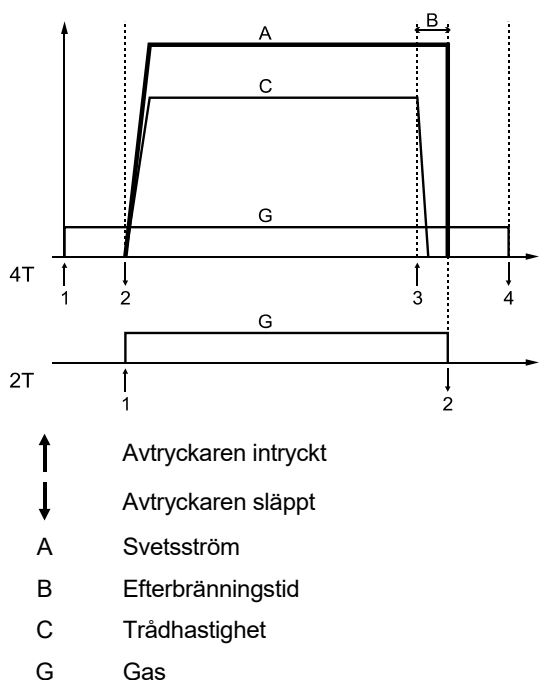

Bild 7.
19. Handtagsfunktionsväljare: Medger val av tvåstegs- eller fyrastegs handtagsfunktion. Funktionen för 2T/4T visas i bild 7.